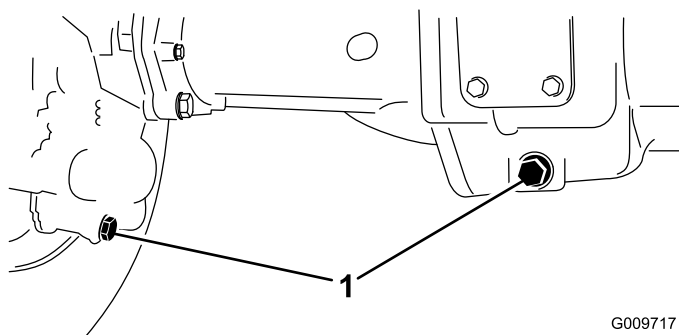

Figura 107
2. Pulite attorno ai 3 tappi di spurgo, 1 per lato ed 1 in centro (Figura 107).